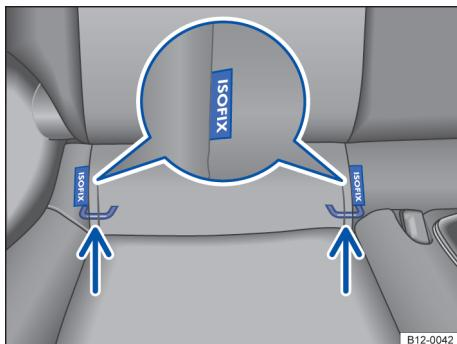

Fig. 35 No banco do veículo: identificação dos pontos de ancoragem inferiores para cadeiras de criança.
Os 2 olhais de retenção para cada cadeira de criança dotado do sistema ISOFIX podem ser acessados através das fendas existentes no revestimento do assento do banco traseiro → **Fig. 35**.
- Encaixar a cadeira de criança nos olhais de retenção → Fig. 35 no sentido da seta. A cadeira de criança deve engatar de forma segura e audível (click).
- Colocar a cadeira de criança sobre a superfície do banco e prender os ganchos dos cintos de fixação nos olhais de retenção → Fig. 35, caso os cintos de fixação sejam fornecidos junto com a cadeira de criança.